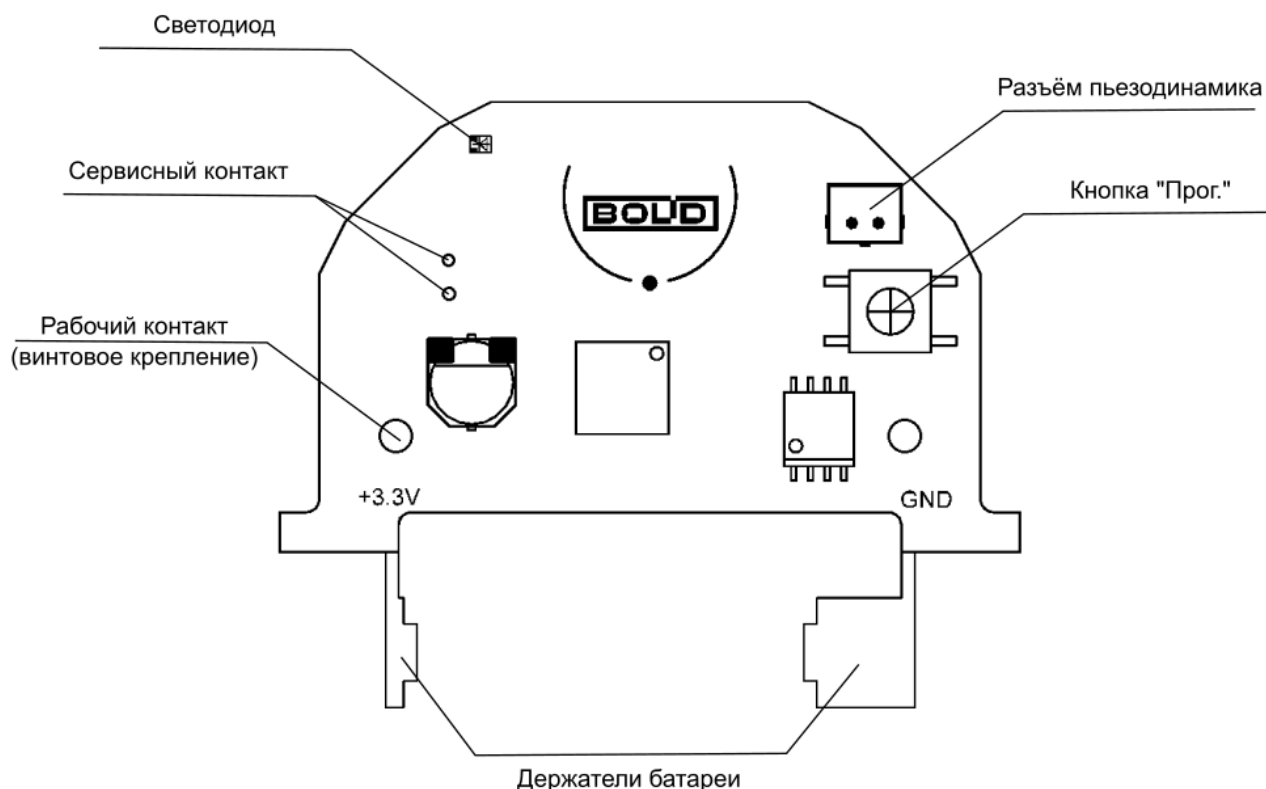

Рисунок 2.2 Расположение элементов на плате
На плате датчика располагаются элементы питания и органы управления прибором и индикации (см. Рисунок 2.2):
- Нажать кнопку «Прог.» на плате датчика (см. Рисунок 2.2) на время более 3 секунд.
Тест качества связи запускается посредством короткого нажатия на кнопку «Прог.» на плате прибора (см. Рисунок 2.2). Запуск процедуры может занимать до 2 секунд, при этом прибор осуществляет анализ радиоэфира и регистрацию на Радиоконтроллере или оптимальном ретрансляторе.
- Отключите источник питания и зажмите кнопку «Прог.» на плате устройства (см. Рисунок 2.2) до полной разрядки конденсаторов (5-10 с).